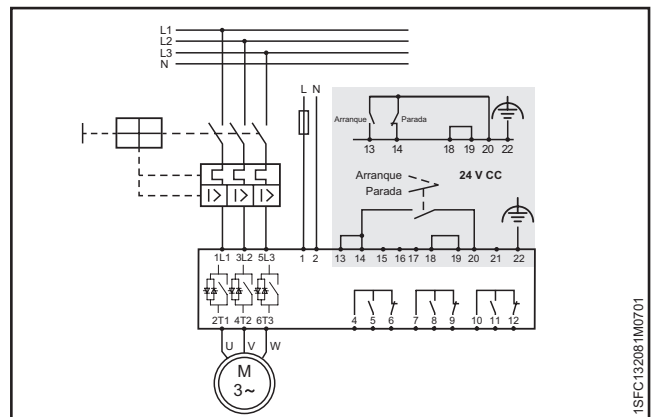

Figura 2.6
- Conecte los terminales 4, 5, 6, 7, 8, 9, 10, 11 y 12 para utilizar los relés de salida de señal. Estos son contactos libres de potencial para un máximo de 250 V CA, 1,5 A CA-15 y 30 V CC, 5 A CC-12. Consulte la **Figura 2.6**.